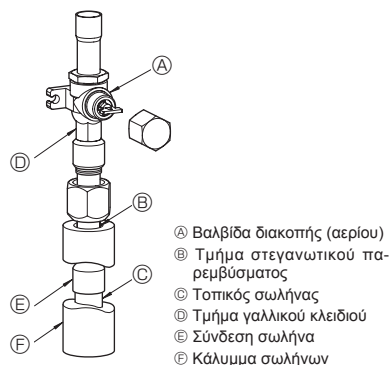

Fig. 4-3
- ③ Ακολουθήστε την παρακάτω διαδικασία για να συνδέσετε τη σωλήνωση αερίου. (Fig. 4-3)